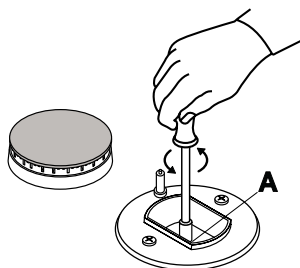

fig.7
- dévisser les injecteurs à l'aide d'une clé à tube de 7 mm. (fig.7) et les remplacer par les injecteurs appropriés au nouveau type de gaz (cf. tableau 1 "Caractéristiques des brûleurs et des injecteurs").